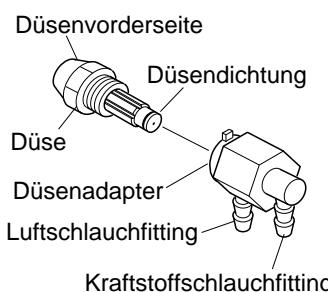

Abbildung 21 - Düse und Düsenadapter
6. Die Düse mit einem 5/8 Zoll Steckschlüssel vorsichtig aus dem Düsenadapter herauschrauben (siehe Abb. 21).
9. Die Düse in den Düsenadapter einschieben, bis sie sicher sitzt. Die Düse mit einem 5/8 Zoll Steckschlüssel um eine 1/3 Umdrehung auf ein Drehmoment von 4,5 bis 5,1 Nm (40 bis 45 Zoll-Pfund) festziehen. Siehe Abb. 21.